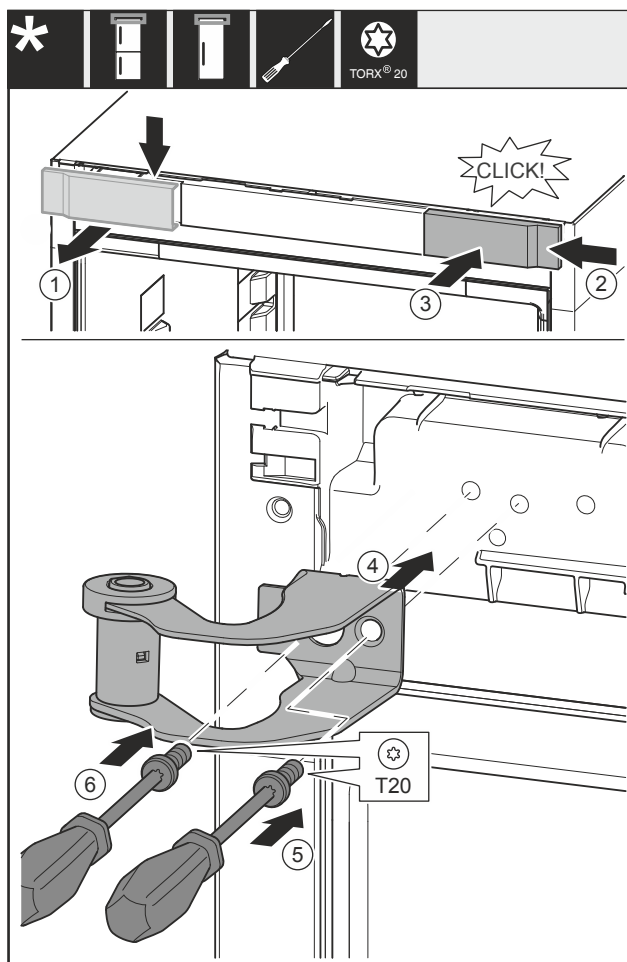

Fig. 12
- Wyjąć ostonę Fig. 12 (1) od góry do przodu.
- Założyć ostonę Fig. 12 (2) obróconą o 180° z drugiej strony od prawej.
- Zazębnić ostonę Fig. 12 (3).
- Przyłożyć górną płytkę zawiasu Fig. 12 (4).
- Dokręcić śrubę Fig. 12 (5).
- Dokręcić śrubę Fig. 12 (6).